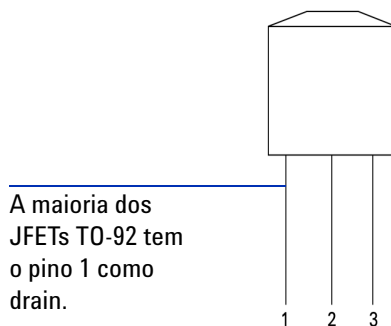

Figura 5-10 JFET TO-92
- 3 Neste exemplo, usaremos um JFET com encapsulamento TO-92, como na **Figura 5-10**.